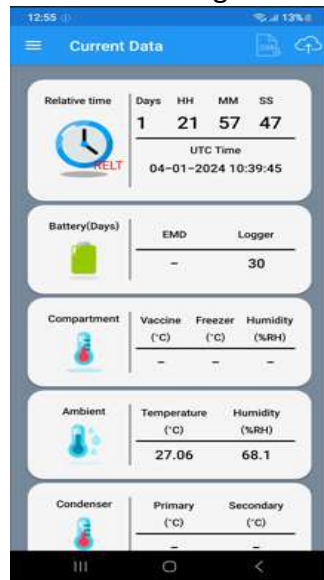

Figure 34 Vue actuelle des données sur le tableau de bord de l'application mobile
- Une fois les données téléchargées, les données peuvent être visualisées sur le tableau de bord de l'application, comme le montre la figure 34.